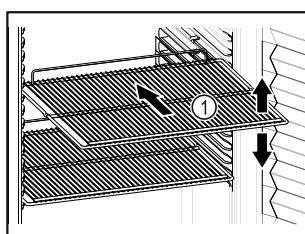

Fig. 20 Примерно изображение
- Ако стелажите за съхранение Fig. 20 (1) могат да се мястят, регулирайте ги според височината.